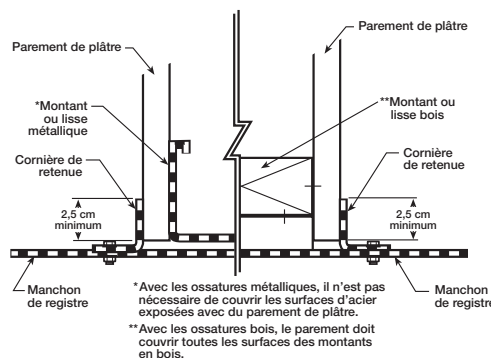

Figure 4 — Fixation du parement
3. Fixer les plaques de parement de plâtre tous les 30,5 cm (12 po) sur tous les montants et lisses qui entourent l'ouverture. Voir la Figure 4.